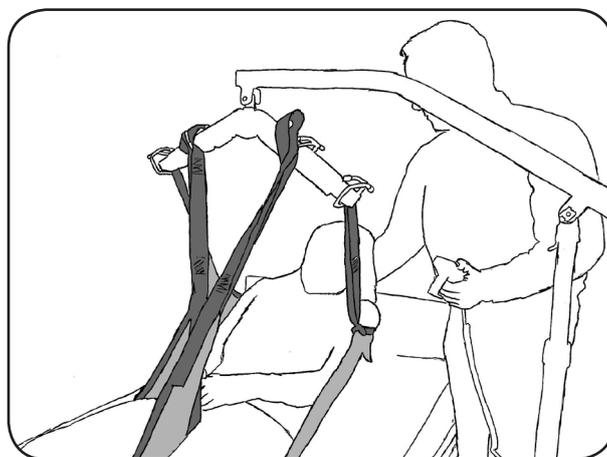

Abb. 8.2.03 - Anheben des Patienten
12. Heben Sie den Patienten mit dem aks-Patientenlifter an (Abb. 8.2.03). Beobachten Sie dabei den Patienten und die Straffung des Liftergurtes. Korrigieren Sie gegebenenfalls den Sitz des Liftergurtes durch erneutes Ablassen des Patienten und Verschieben der ungünstig sitzenden Teile des Liftergurtes. Beobachten Sie während des gesamten Hebevorganges ständig den Patienten und den Sitz des Liftergurtes. Heben Sie den Patienten nur so hoch wie nötig.